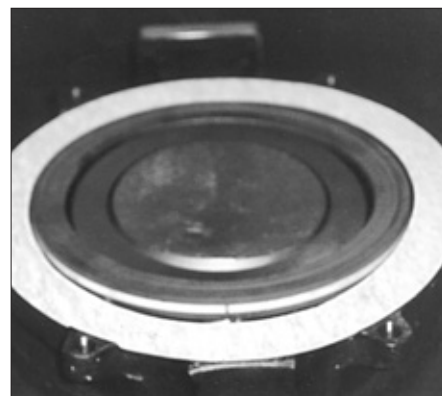

Figure 7 - Mise en place correcte du joint de retenue du siège.
- Veiller à ce que le disque (2) soit dans la position de fermeture contre la butée du disque du corps (1).
- Mettre le joint de retenue du siège (22) sur la portée d'étanchéité du corps (1) du robinet.
- En cas de robinet de type à oreilles taraudées, aligner les trous du joint de retenue du siège (22) avec les trous du corps (voir la Figure 7).